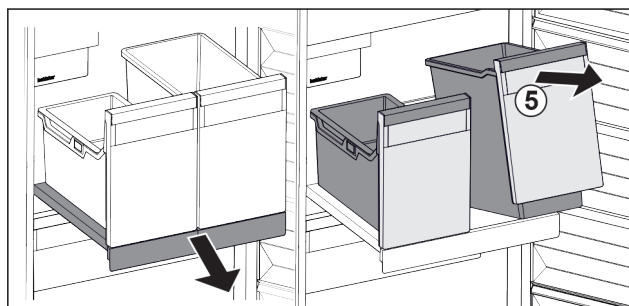

Fig. 117
- Unieść pojemnik Fig. 117 (5) z przodu.